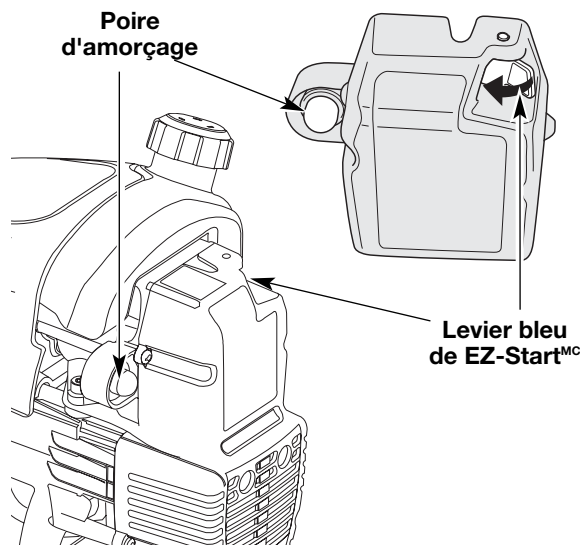

Fig. 7
3. Pressez et relâchez la poire d'amorçage à 10 reprises, lentement. Une certaine quantité de **carburant devrait être visible dans la poire d'amorçage** et les conduites de carburant (Fig. 7). Si vous n'apercevez pas de carburant dans la poire, pressez et relâchez la poire autant de fois que nécessaire jusqu'à ce que vous aperceviez du carburant dans cette dernière.
4. **Faites pivoter le levier bleu de EZ-Start^{MC} vers la poire d'amorçage** jusqu'à ce qu'il clique et se verrouille en place (Fig. 7).